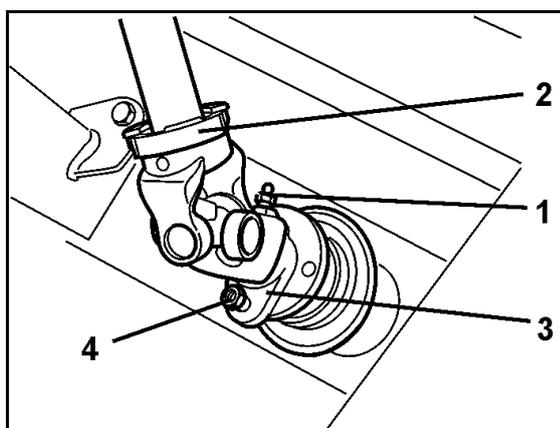

Fig. 54
13. Engatando a corrente na máquina, proteger a protecção do veio de transmissão, para impedir que este gire solidariamente (Fig. 54).